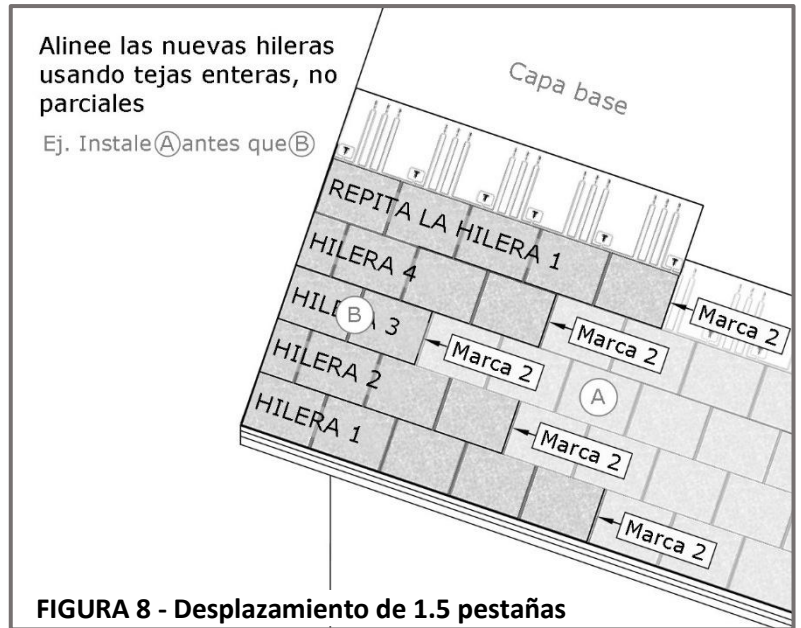

FIGURA 8 - Desplazamiento de 1.5 pestañas
- Establezca el método diagonal general o el efecto escalonado, manteniendo siempre un desplazamiento de 1.5 pestañas. Vea la **Figura 8**.